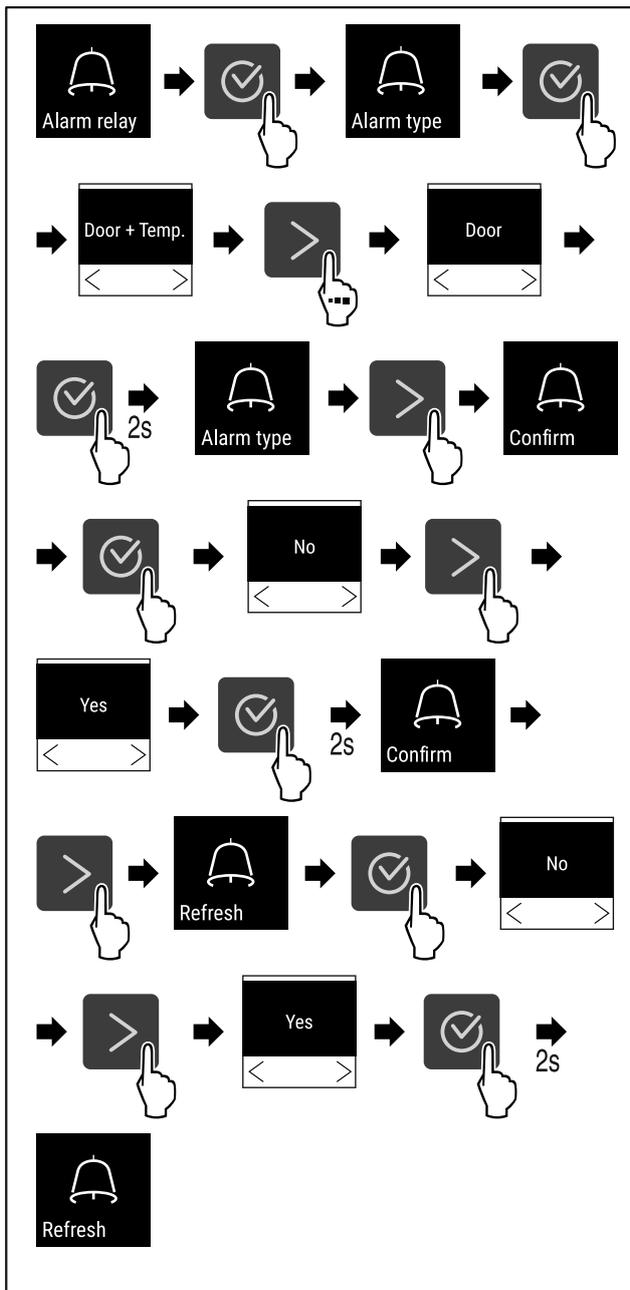

Fig. 109
- ▶ Seguir los pasos de procedimiento (consulte Fig. 109) .